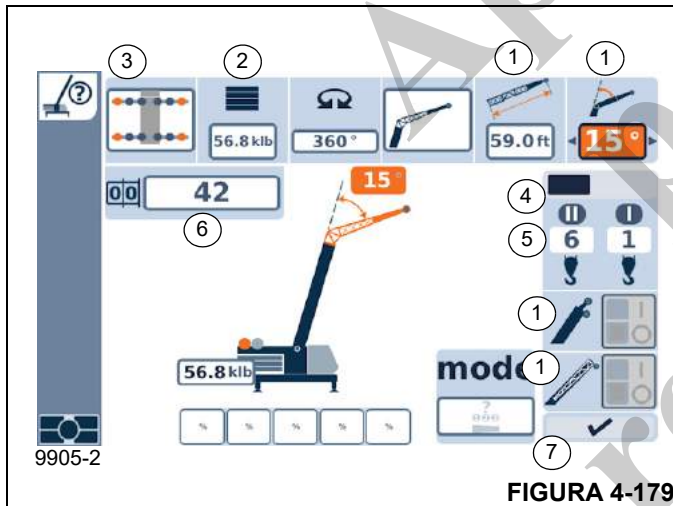

FIGURA 4-179
- Contrapeso (2, Figura 4-179)
- Sistema da lança (1)
- Extensão do estabilizador (3)